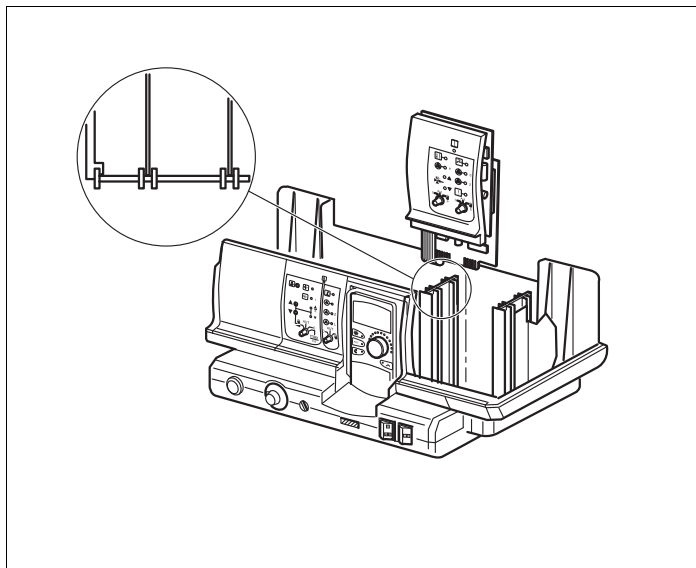

Рис. 15 Установка и демонтаж модуля
- Вставьте новый модуль до ощутимого защелкивания сверху в свободный разъем, нажимая на планку датчиков (→ рис. 15).
- Вставьте новый модуль до ощутимого защелкивания сверху в свободный разъем, нажимая на планку датчиков (→ рис. 15, стр. 26).